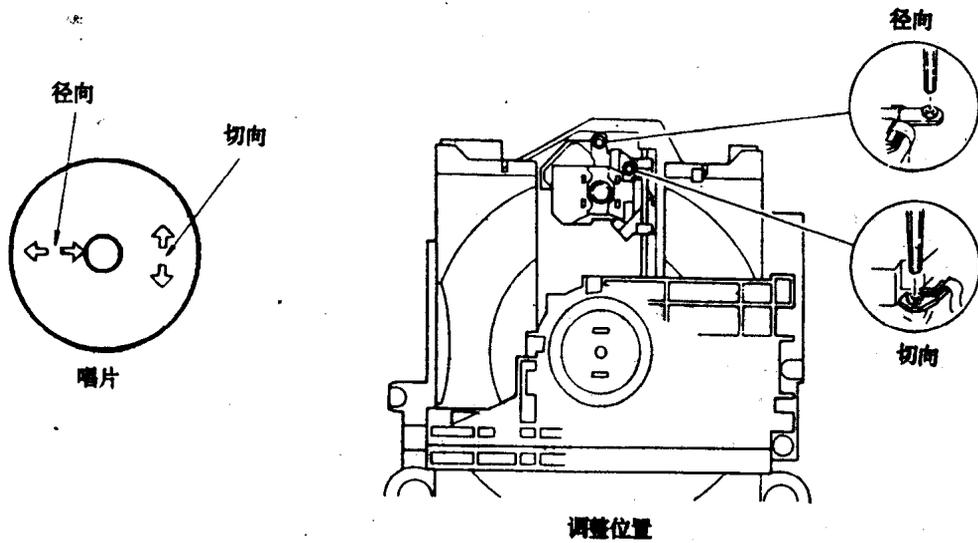

图 1-1-11
(1)将示波器置 AC 20mV/度;200ns/度,接至 TP1①脚。调整位置如图 1-1-11 所示;
注:径向和切向意味着相对唱片的方向,如图 1-1-11 所示。